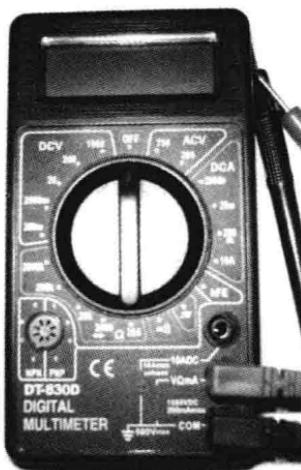

图 7-6 将表笔插入插孔
(1) 将红表笔插入 VΩmA 插孔，黑表笔插入 COM 插孔，如图 7-6 所示。
(2) 将转换开关旋至 Ω 挡的适当位置。一般测量 200Ω 以下电阻选择 200 挡； $200\sim2000\Omega$ 电阻选择 2000 挡， $2000\Omega\sim20k\Omega$ 电阻选择 20k 挡， $20\sim200k\Omega$ 电阻选择 200k 挡， $200\sim2000k\Omega$ 电阻选择 2000k 挡。